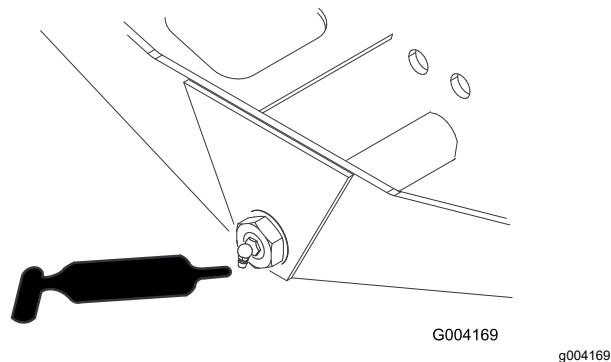

Рисунок 33
- Ось поворота моста (1 шт.) —Рисунок 33